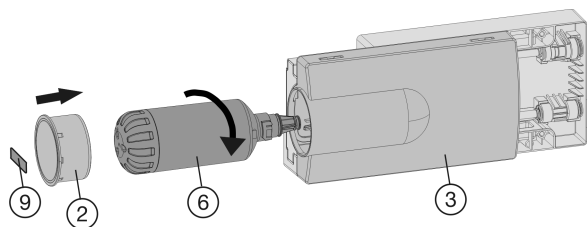

Fig. 63
- ▶ Mettre le couvercle du tiroir Fig. 63 (3) en place.
- ▶ Mettre le filtre à eau Fig. 63 (6) en place et le tourner d'env. 100° vers la droite jusqu'à la butée.
- ▶ Poser le couvercle du filtre Fig. 63 (2).
- ▶ Inscrire la date du dernier remplacement sur l'autocollant fourni Fig. 63 (9) puis le coller sur le module.